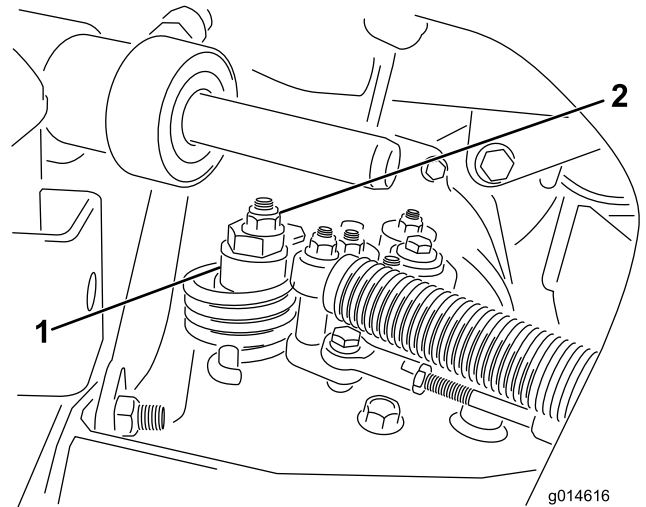

图 37
A. 松开将偏心螺栓固定到静液压泵顶部的螺母图 37。
- C. 旋转偏心螺栓直到不再出现任何方向的缓慢前移。当轮子停止旋转时旋紧螺母锁定偏心螺栓和调整图 37。将油门移至慢速和快速位置验证调节情况。